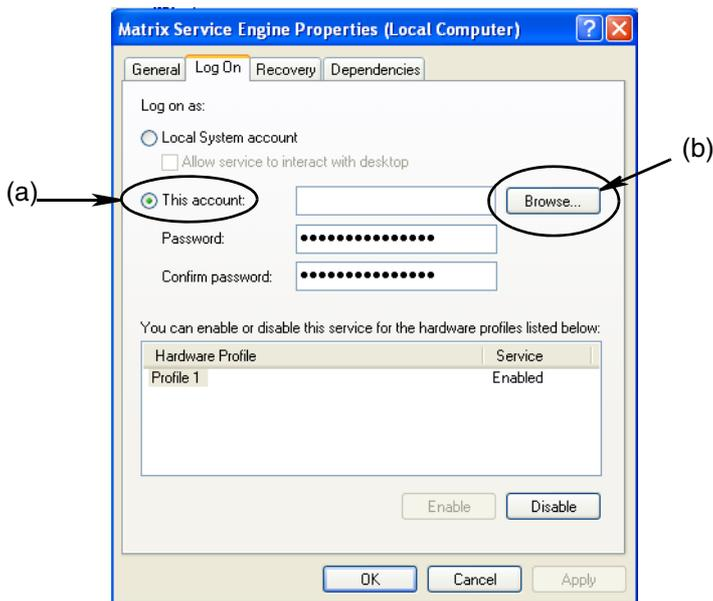

FIG. 58
- f. Selezionare "This Account" (Questo account) (a) (FIG. 58).
- g. Fare clic sul pulsante Browse (Sfogliare) (b) (FIG. 58).
- Se si trova il nome fornito, la schermata illustrata nella FIG. 58 è visualizzata nuovamente. Fornire la password per il proprio computer. Nel campo Confirm password (Conferma password) digitare esattamente la stessa password di nuovo.